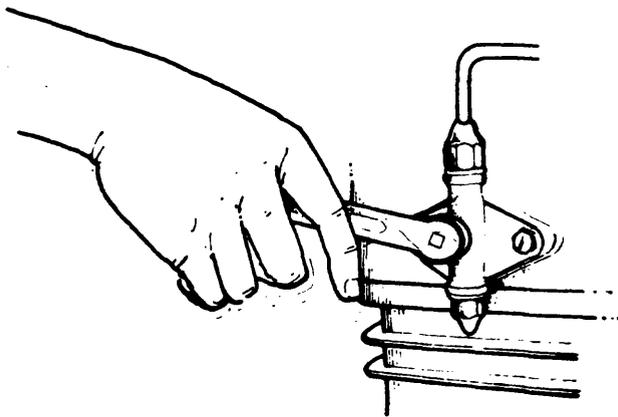

Fig. 1
- c Retire el niple tapón (fig. 1).